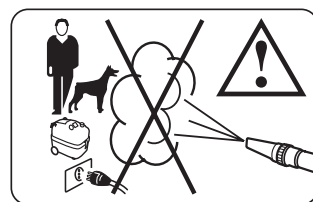

Fig. 3
- O aparelho emite vapor com temperatura elevadíssima, portanto EVITAR no modo mais absoluto de dirigir o seu jacto sobre pessoas, animais e aparelhos eléctricos **(Fig. 3)**. Durante o uso proteger principalmente os olhos e as mãos com óculos e luvas segundo as normas de prevenção de acidentes.